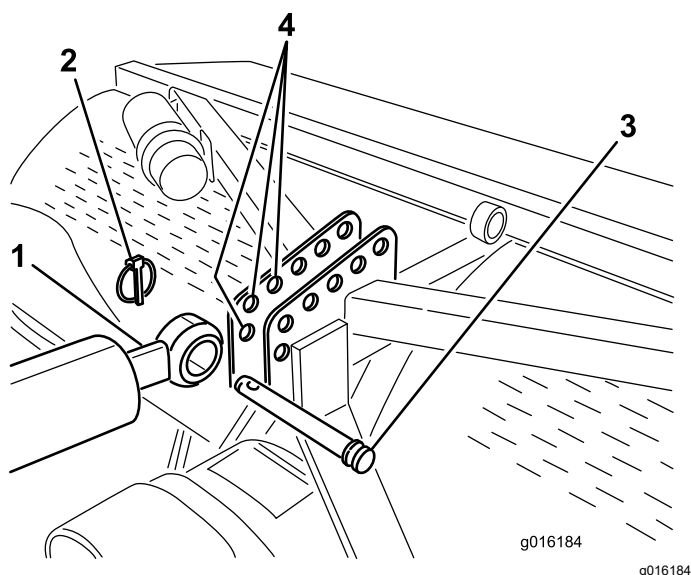
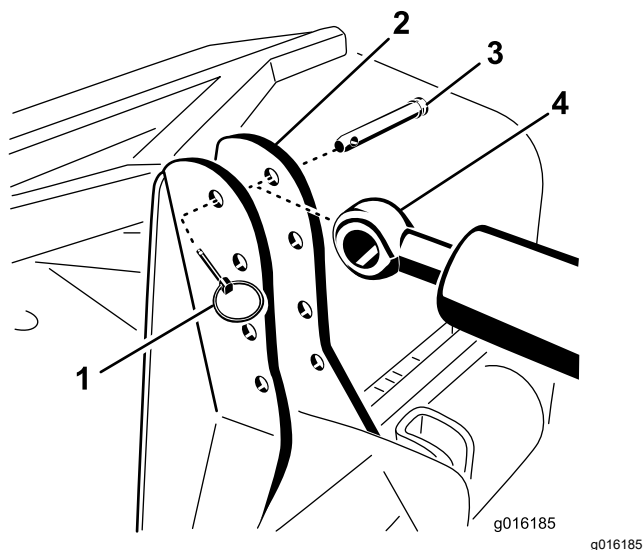

Рисунок 6
Рисунок 7
7. Прикрепите ухо штока гидравлической верхней тяги к крайнему переднему отверстию в кронштейне аэратора с помощью соединительного штифта и шплинта с кольцом (Рисунок 6 или Рисунок 7).